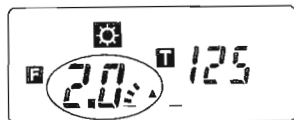

図17
- ① モード切り替えボタンを押して、定常光測定モードに切り替えます。
- ② フィルム感度とシャッター速度をセットします。
- ③ 測定ボタンを押すと絞り値が表示されます。(図17)
- 図17はシャッター速度1/125秒で絞りF 2.0+3/10絞りを表示しています。